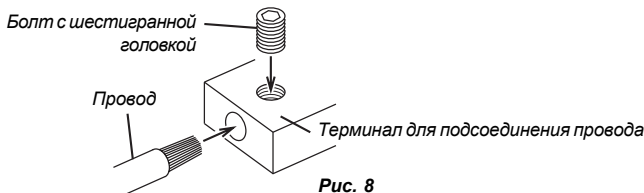

Рис. 8
3. Открутите винт, ввернутый в терминал. Вставьте оголенный конец провода в терминал. Закрутите винт с шестигранной головкой и затяните его с помощью прилагаемого шестигранного гаечного ключа (Рис.8).